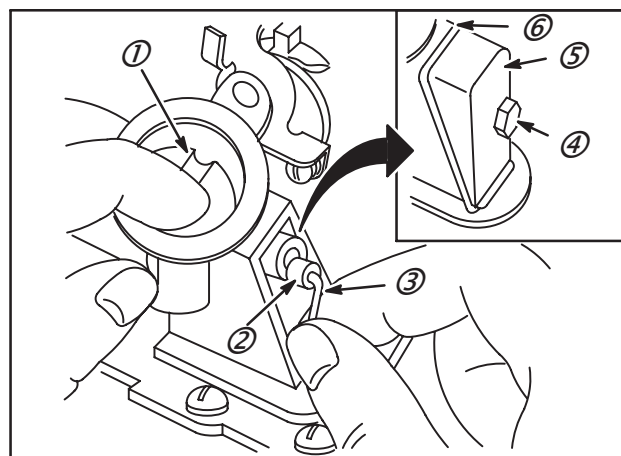

Fig. 45
6. Fermer le volet de starter (1). Positionner la biellette (3) dans l'axe (2) comme indiqué, Fig. 45.
3. Déplacer le volet de starter en position fermée normale. Le volet de starter doit maintenant rester complètement fermé, Fig. 45.
5. Mettre en place le joint (6) et le couvercle (5) de biellette de starter avec la vis (4), Fig. 45.